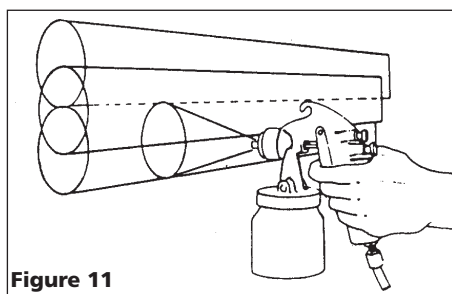

Figure 11
- Chevaucher les coups juste assez pour obtenir une couche égale (Voir Figure 11).